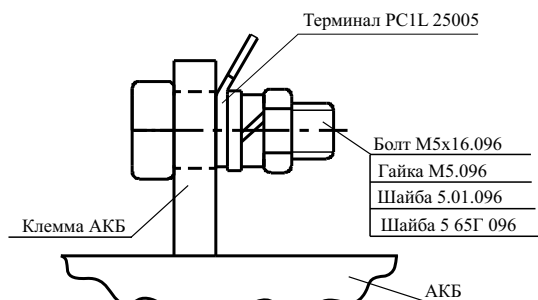

Рисунок 2
Подключение источника к АКБ 17 А·ч производится через терминал (рисунок 2), входящий в комплект поставки источника.
8.2 При отсутствии АКБ измерение напряжения на выводах для подключения АКБ (рисунок 2) является некорректным, его величина не регламентируется.